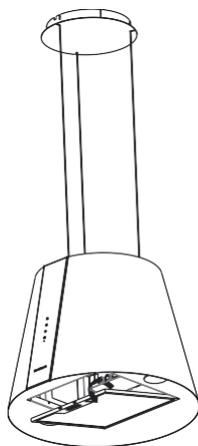

Fig. 8
2. ➔ Abra el bloqueo del filtro de aceite metálico (Fig. 8/2) y asegúrese de que no se caiga.
3. ➔ Inclíne el filtro de aceite metálico hacia adelante y levántalo (Fig. 8/2).